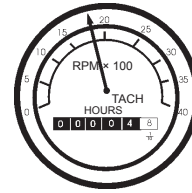

Figure 50. Jauge de tachymètre moteur
11. La **jauge de tachymètre** (Figure 50) indique la vitesse du moteur lorsque le générateur est en marche. Dans des conditions normales de fonctionnement cette vitesse est d'environ 1800 tr/min.